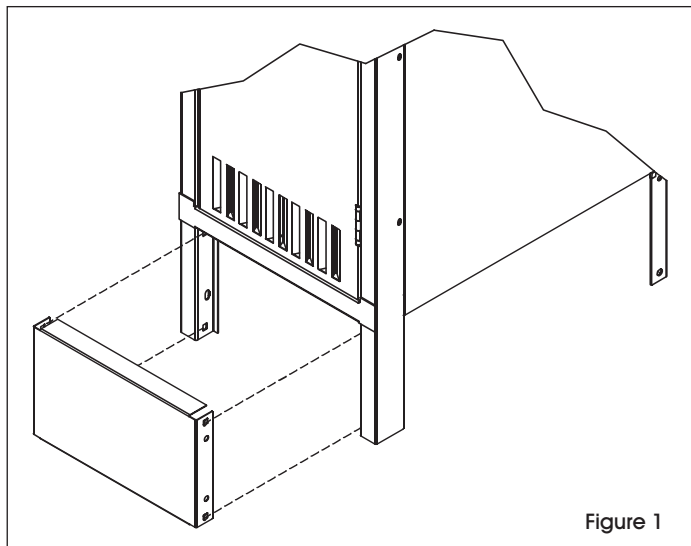

Figure 1
1. Glissez la plaque de base frontale entre les pieds de façon à ce que le rebord avant soit en dessous du cadre. (Voir Figure 1)